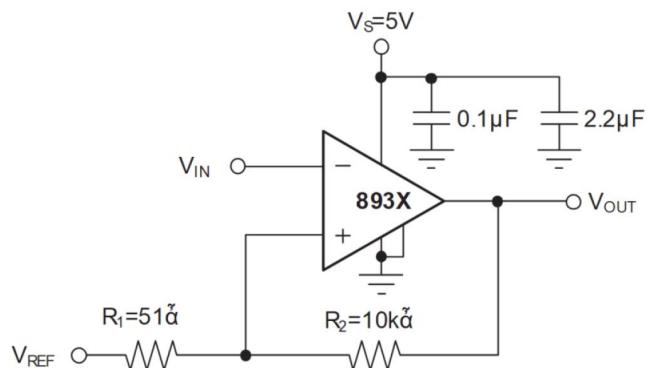

图 16. 为 **TLX893X** 添加迟滞
**TLX893X** 在良好的布局条件下具有强大的性能。但是, 比较器输入在指定失调电压范围内 ( $\pm 5\text{mV}$ ) 抗噪能力较弱。对于缓慢变化或有噪声的输入信号, 当输入信号穿过开关阈值时, 比较器输出可能会导致不需要的开关状态。在此类应用中, **TLX893X** 的  $1.5\text{mV}$  内部迟滞可能不足以提供所需的抗噪能力。为了获得更好的抗噪能力, 可以通过将少量反馈连接到正输入来增加外部迟滞。图 16 展示了使用单个  $5\text{V}$  电源时引入  $25\text{ mV}$  额外迟滞的典型拓扑结构, 可实现总共  $1.5\text{mV}$  迟滞。使用公式 1 可计算近似的总迟滞。